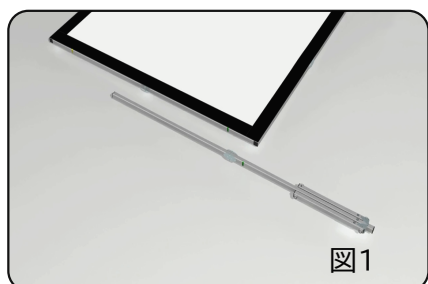
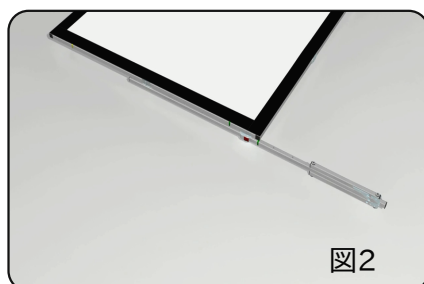

図1
図2
(3) スクリーンの設置
- 図1～図2のように設置したい高さになるようスタンドをフレームに合わせます。